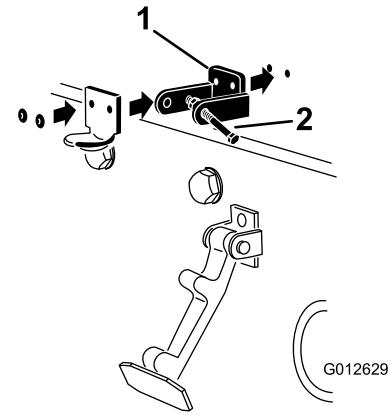

Рисунок 33
3. Выравнивая монтажные отверстия, поместите стопорный кронштейн стандарта CE и кронштейн защелки капота на капот. Стопорный кронштейн должен быть прижат к капоту (Рисунок 33). Не снимайте болт с гайкой в сборе с рычагом стопорного кронштейна.
5. Приклепайте кронштейны и шайбы к капоту (Рисунок 33).